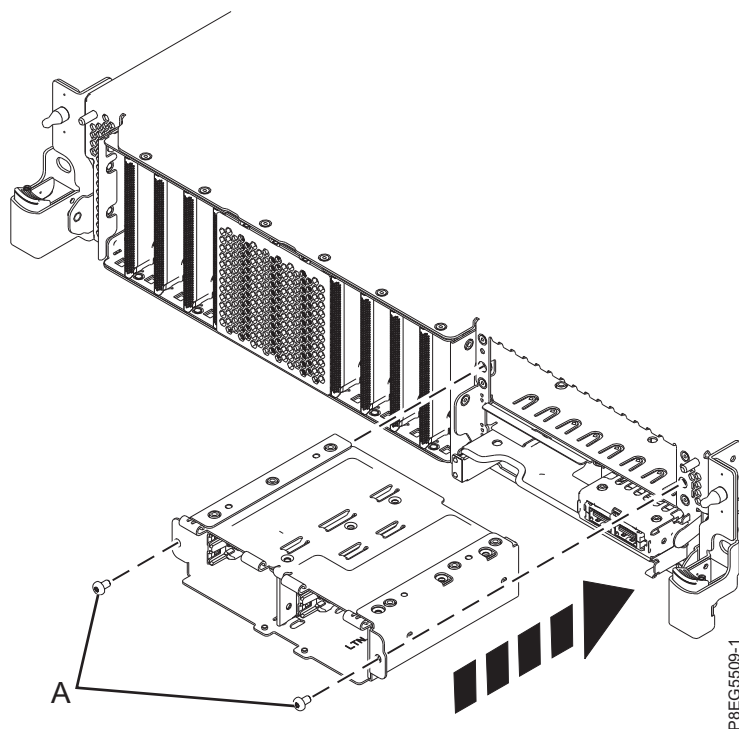

Figura 6. Com tornar a col·locar el receptacle de l'SSD
4. Si el sistema té la placa posterior de la unitat de disc en la funció expandida, moveu altra vegada el receptacle de l'SSD perquè quedi col·locat al seu lloc. Poseu i colleu els cargols (A). Consulteu Figura 6 a la pàgina 9.